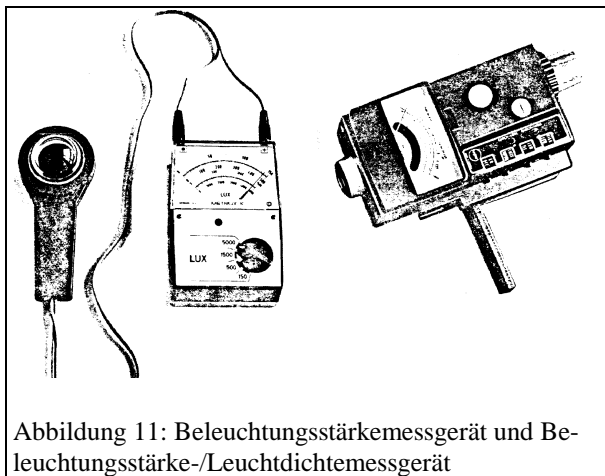

Abbildung 11: Beleuchtungsstärkemessgerät und Beleuchtungsstärke-/Leuchtdichtemessgerät
- Messgeräte (siehe Abbildung 11)